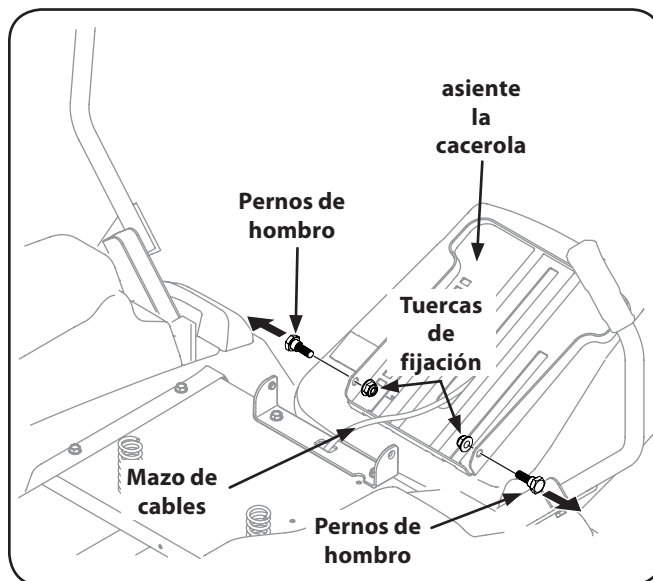

Figura 3-2
2. Quite los dos pernos de reborde y tuercas de sujeci  n en la m  nsula del asiento como se muestra en la Figura 3-2.